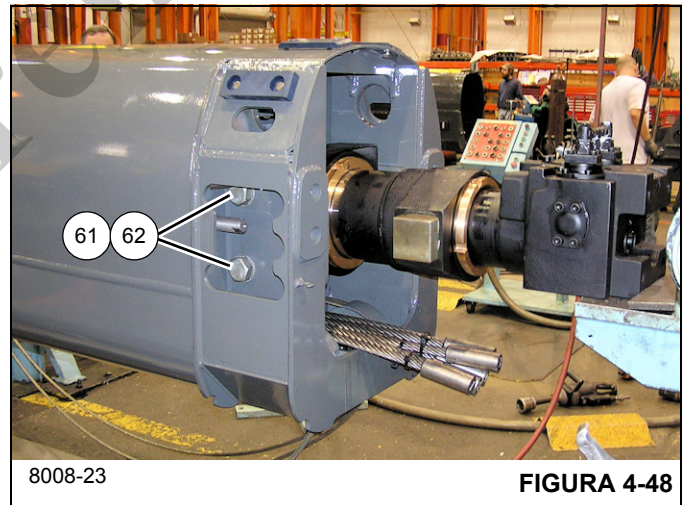

FIGURA 4-48
77. Fije la placa de muñón (60) en el interior de la sección telescópica 2 (3) utilizando los cinco pernos (62) y las arandelas planas (61) (lados izquierdo y derecho) (vea la Figura 4-48).